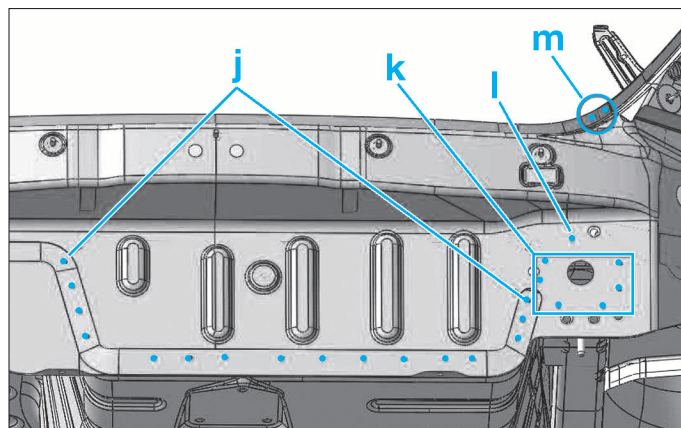

FIG. 93
- Fraiser (Fig.93) :
- (j), (k), (l) et (m) par points électriques (Fig.93).